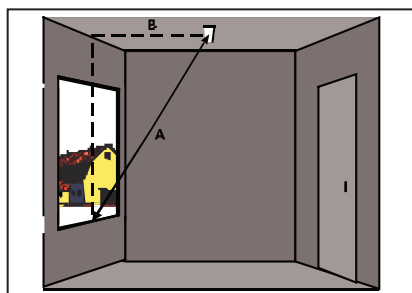

Рис. 3.5. Установка на потолок без магнитного контакта
- Убедитесь, что датчик находится не дальше 3 м от всех углов стекла (линия А на рис. 3.5).
- Датчик должен находиться в пределах  $\pm 30^\circ$  от центра охраняемого стекла (линия В на рис. 3.5).